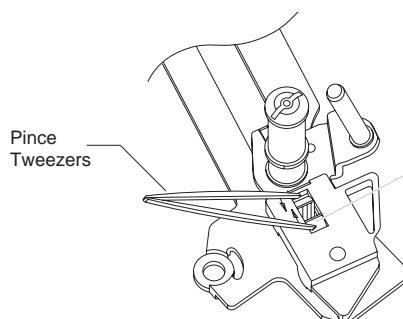

Fig. 19
- A l'aide d'une pince resserrer les deux crochets à clip et retirer le galet de renvoi du plateau (Fig. 19).
- A l'aide d'une pince resserrer les deux crochets à clip (Fig. 19) et retirer le galet de renvoi "A" du plateau "B" (Fig. 20).